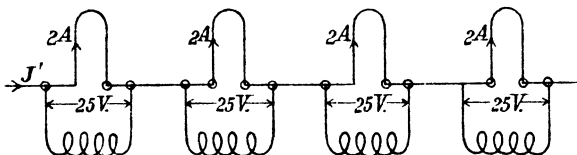
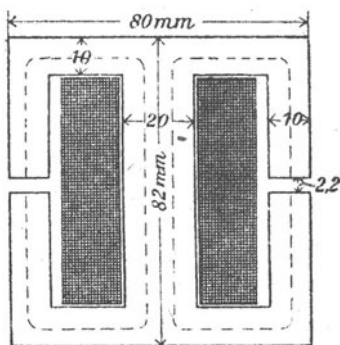

Fig. 137.
Fig. 138.
geschaltet (Fig. 137). Parallel zu jeder Lampe liegt eine Drosselspule, deren Abmessungen aus der Fig. 138 zu entnehmen sind. (Die Dimension \perp zur Papierebene beträgt 2 cm.) Auf der Spule befinden sich 400 [320] (160) Windungen mit einem Widerstande von 1,285 [1] (0,86) Ω .
Die Kraftlinienlänge im Eisen ist nach Fig. 138 ungefähr 20,4 cm, also wird in zweiter Annäherung
275. Es seien 3 Lampen von je 25 V und 2 A hintereinandergeschaltet, und zu jeder parallel die durch Fig. 138 gekennzeichnete